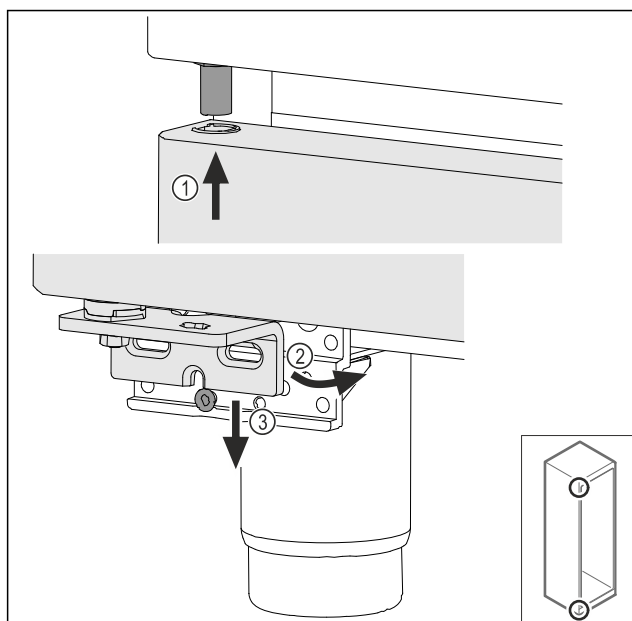

Fig. 39
- ▶ Наденете леко наклонената нагоре врата Fig. 39 (1), подравнете вратата напред Fig. 39 (2) и я поставете отдолу върху винта на опорната стойка Fig. 39 (3).